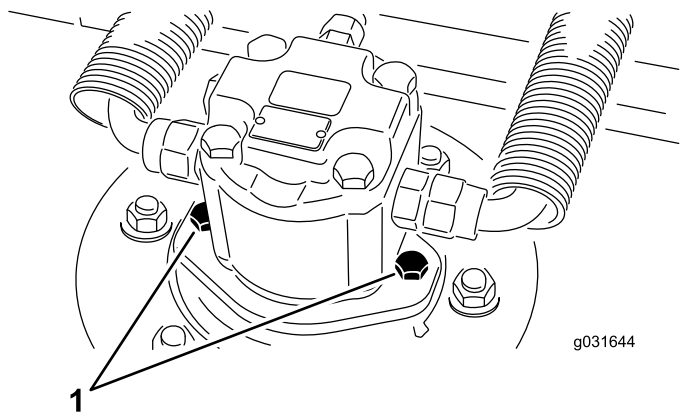

図 65
2. 油圧モータ取り付けねじを外して、デッキから油圧モータを外す 図 65。
4. 油圧モータ取り付けねじで、デッキに油圧モータを取り付ける 図 65。